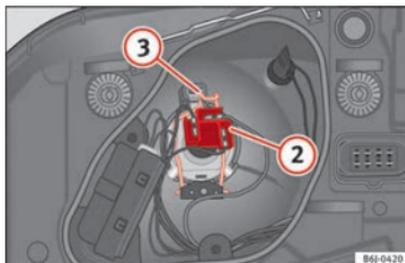

Fig. 177 Anabbagliante/abbagliante del faro singolo.
- Estrarre il connettore »» **fig. 177 2** della lampada.
- Sganciare la molla di ritegno »» **fig. 177 3** premendo verso l'interno e a destra.